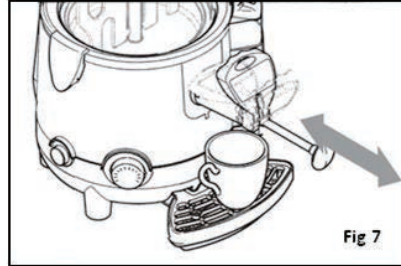

Fig 7
- Si le produit s'écoulant est particulièrement épais, positionnez, en tirant dessus, la tige du robinet sur sa position maximale (Fig. 7).
- Vous pouvez désobstruer le tuyau de distribution en faisant bouger la tige du robinet de l'avant vers l'arrière et vice-versa (Fig. 7).